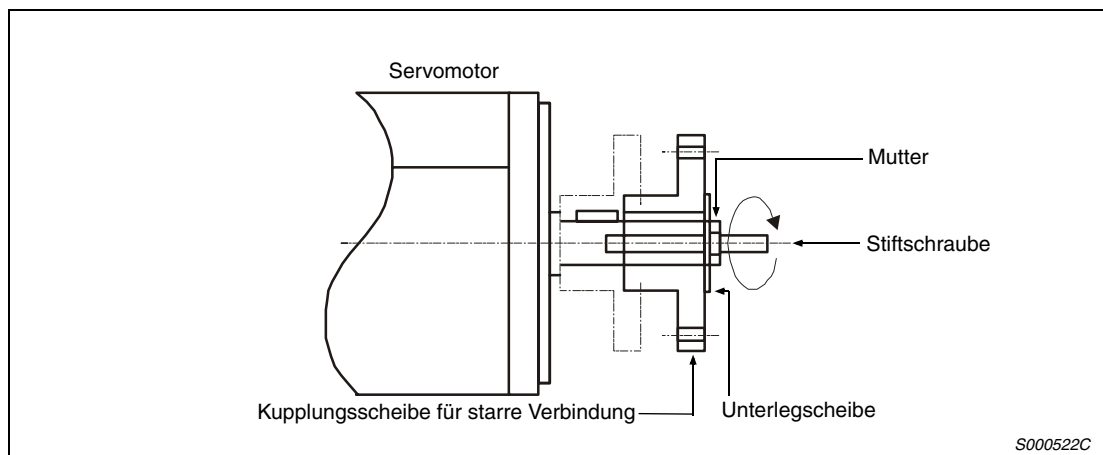

Abb. 2-5: Montage einer Riemenscheibe
- Verwenden Sie bei der Montage einer Kupplungsscheibe für eine starre Verbindung mit Keilnut die Gewindebohrung am Ende der Motorwelle (siehe Abb. 2-5). Schrauben Sie einen Gewindebolzen in die Motorwelle ein, und setzen Sie die Kupplungsscheibe an. Legen Sie eine Unterlegscheibe vor die Kupplungsscheibe, und drehen Sie eine Mutter auf den Gewindebolzen. Ziehen Sie die Mutter an, und schieben Sie so die Kupplungsscheibe auf die Welle. Verwenden Sie auf keinen Fall einen Hammer für Montagearbeiten an der Servomotorwelle.